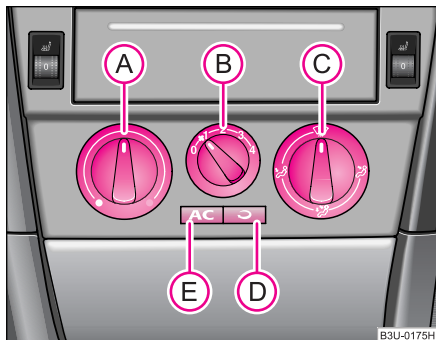
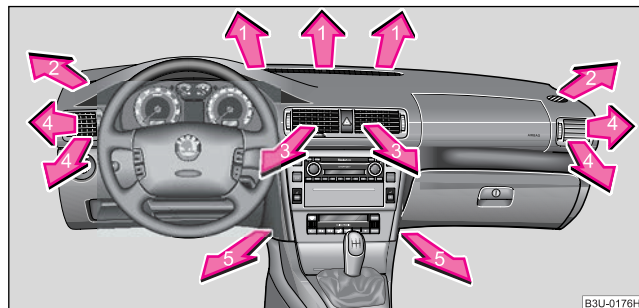
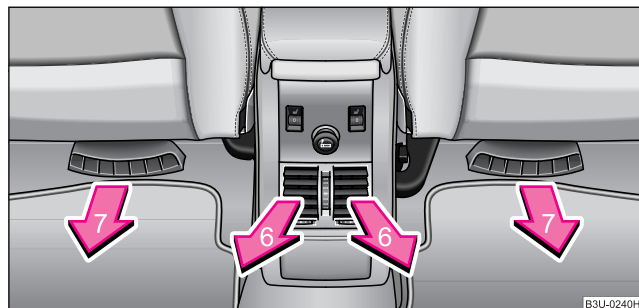

Fig. 100 Instalația de climatizare: Elementele de comandă
Fig. 101 Gurile de ventilație din față
Fig. 102 Gurile de ventilație din spate
♥ pagina 105, fig. 100  este apăsată și se îndeplinesc următoarele condiții:
- Rotiți regulatorul rotativ (A) ♥ fig. 100 spre dreapta pentru a mări temperatura.
- Rotiți regulatorul rotativ (A) spre stânga pentru a reduce temperatura.
- ☒ Regulatorul rotativ (A) ♥ pagina 105, fig. 100 spre dreapta până la limită
- ☒ Regulatorul ventilatorului (B) în poziția 4
- ☒ Regulatorul pentru distribuția aerului (C) în poziția ☞
- ☒ Gurile de ventilație 4 ♥ pagina 108, fig. 101 deschise și îndreptate spre geamurile laterale
- ☒ Regulatorul rotativ (A) ♥ pagina 105, fig. 100 spre stânga până la limită
- ☒ Regulatorul ventilatorului (B) în poziția dorită
- ☒ Regulatorul pentru distribuția aerului (C) în poziția
- ☒ Gurile de ventilație 3 și 4 ♥ pagina 108, fig. 101 deschise
- Apăsați comutatorul  ♥ pagina 105, fig. 100, simbolul  se aprinde.
Când regulatorul (C) ♥ pagina 105, fig. 100 se află în poziția , recircularea aerului este oprită automat, și nu se poate porni.
Admisia aerului prin fiecare gură de ventilație se reglează de la regulatorul **C**, ♥ pagina 105, fig. 100. Gurile de ventilație **3** și **4** ♥ fig. 101 și **6** ♥ fig. 102 se pot regla și separat.
Prin gurile de ventilație deschise este admis aer încălzit, rece sau răcit, în funcție de poziția regulatorului **A** ♥ pagina 105, fig. 100 și de condițiile climatice.
Gurile de ventilație din spațiul pentru picioare în spate **7** se acționează împreună cu gurile de ventilație **5**. Regulatorul pentru distribuția aerului **C** ♥ pagina 105, fig. 100 în poziția . ■